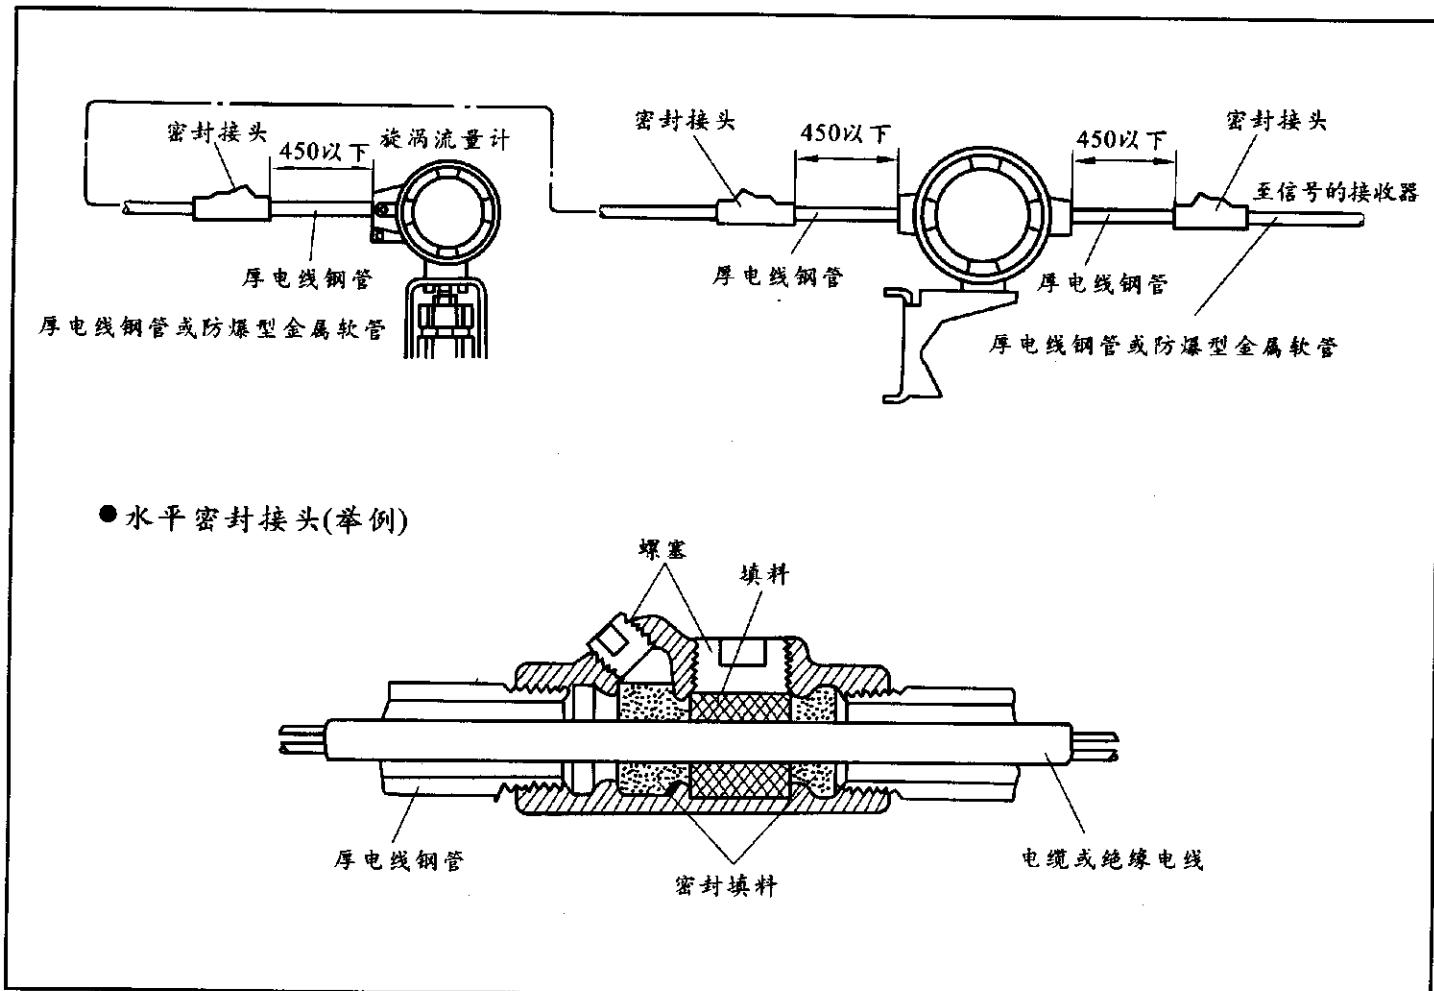

图6-11 耐压防爆金属管施工
- (6) 防爆型的外部接线要进行耐压防爆金属管施工（参看图6-11）。
- (7) 专用电缆采用低干扰电缆。但由于受到振动、冲击产生摩擦噪声会给输出带来影响，所以要避免受到振动和冲击。如果在室内安装不用电线保护管的话，就一定要使它固定不动。